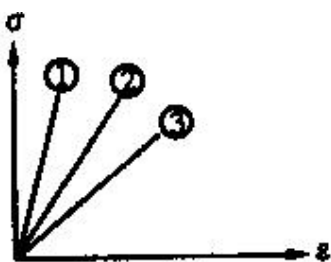

图 5
4. 三根拉杆和长度与截面尺寸完全相同，其应力-应变曲线如图 5 所示。当三杆拉力相同时，变形能（ ）。